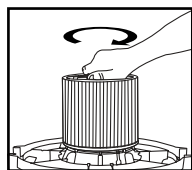

FIGURE 19
24. Maintenez le couvercle du réservoir d'une main, tournez la poignée du porte-filtre dans le sens horaire pour la serrer, en verrouillant ainsi le filtre en place. **FIGURE 19.**